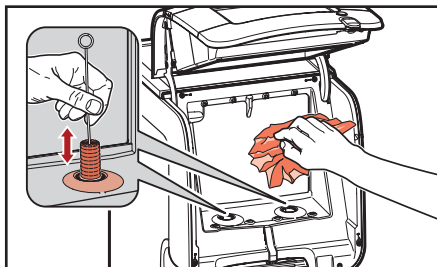

Fig. 5.9 - Rengør kølerummet
4. Rengør doseringsåbningen med en børste og det indre af kølerummet med en ren, fugtig klud (fig. 5.9). Tør med en ren papirklud.